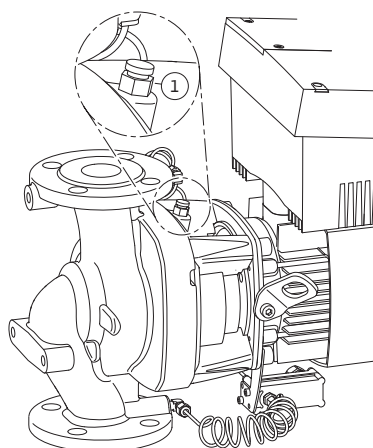

Fig. 49: Supapa de dezaerare
6. Pompa se va depresuriza prin deschiderea supapei de dezaerare (Fig. 49, Poz. 1).